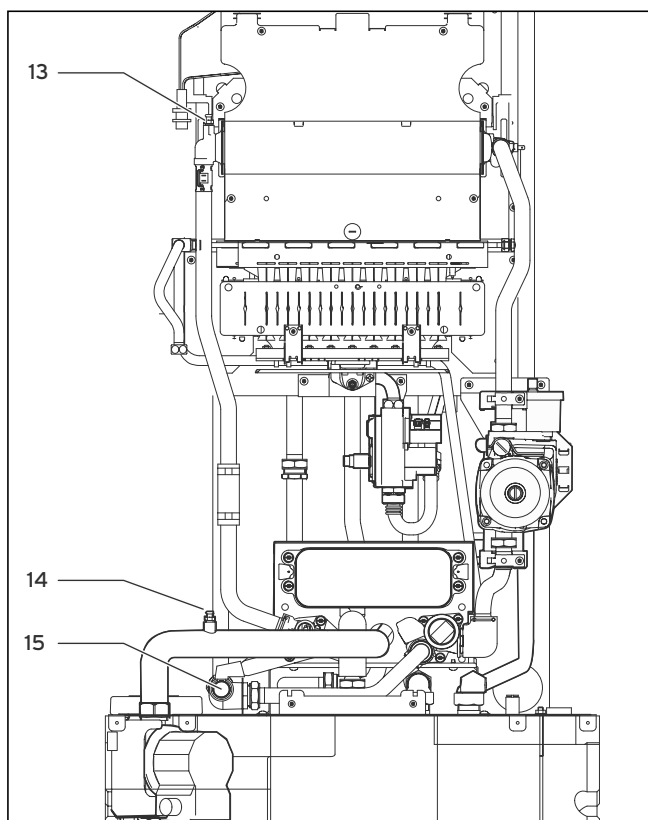

Рис. 8.5 Опорожнение аппарата со стороны отопления
- Подсоедините шланг к крану опорожнения накопителя (16), выведите свободный конец шланга к подходящему месту стока и откройте кран.
- Откройте воздуховыпускной ниппель (14, рис. 8.5) на трубе между насосом и вторичным теплообменником, чтобы полностью опорожнить аппарат.